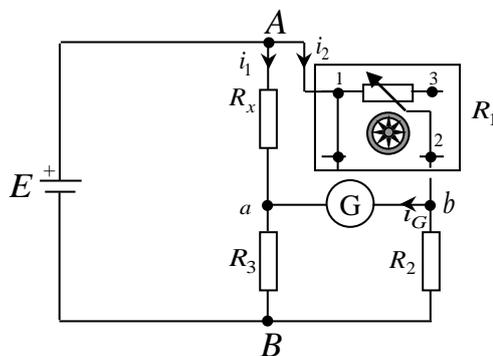

Figure 3. 4. Pont de Wheatstone composé d'un potentiomètre et de résistances fixes
- On réalise le montage de la Figure 3 .4 .